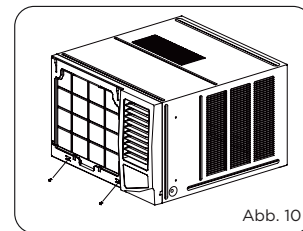

Abb. 10
2. Drücken Sie auf beide Seiten und die Unterkante des Rahmens, und befestigen Sie ihn mit den beiden Schrauben an der Unterseite des Rahmens. (Siehe Abb. 10)